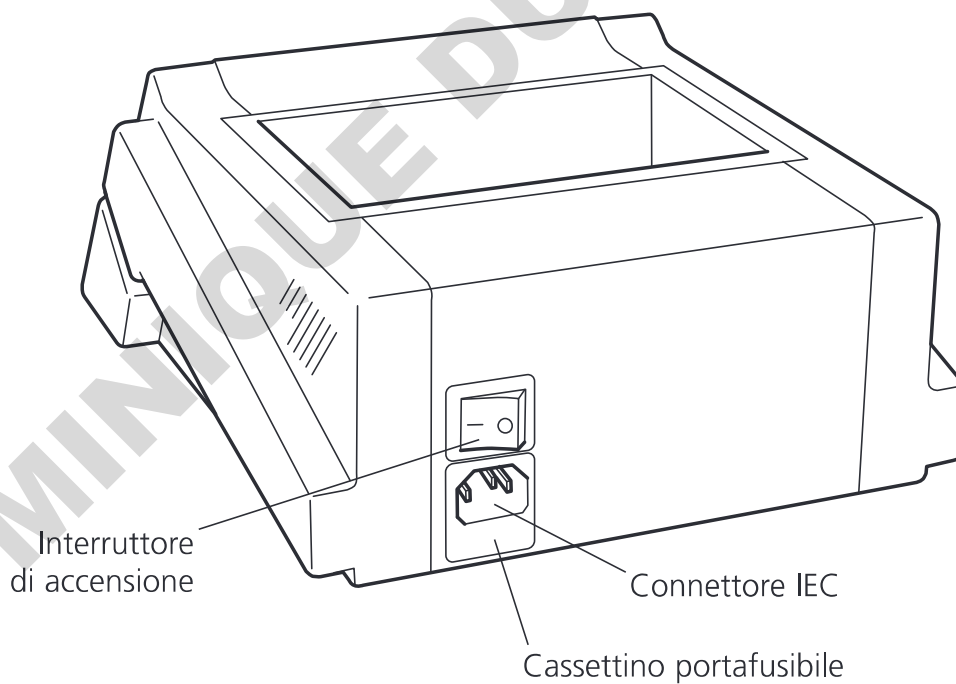

Figura 2: Vista posteriore
1. Accendere l'apparecchio con l'interruttore di accensione previsto sul retro dell'apparecchio - vedere la figura 2.